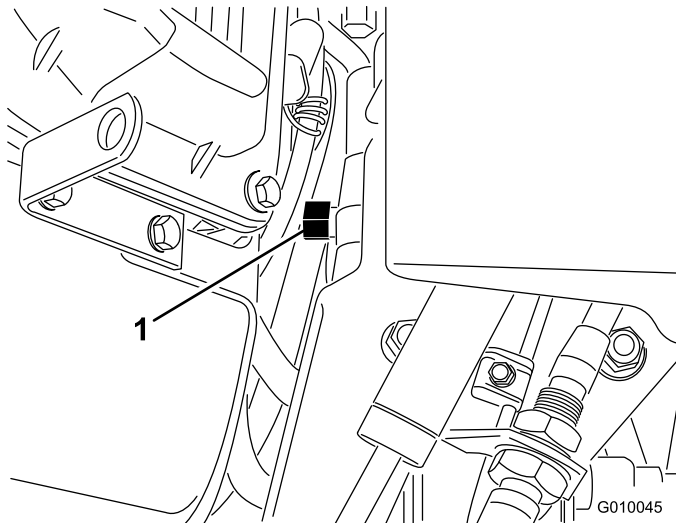

Bild 30
2. Finden Sie das Sicherheitsventil zwischen der Motor- und hydrostatischen Pumpe (Bild 30).
3. Drehen Sie das Sicherheitsventil mit einem 5/8"-Schlüssel eine Umdrehung nach rechts, um zu schieben bzw. zu ziehen. So kann Hydrauliköl an der Pumpe vorbei direkt zu den Rädern fließen, die sich daraufhin drehen können (Bild 30).
5. Drehen Sie das Sicherheitsventil um eine Umdrehung nach rechts (Bild 30), wenn Sie den Aerifizierer erneut verwenden möchten.